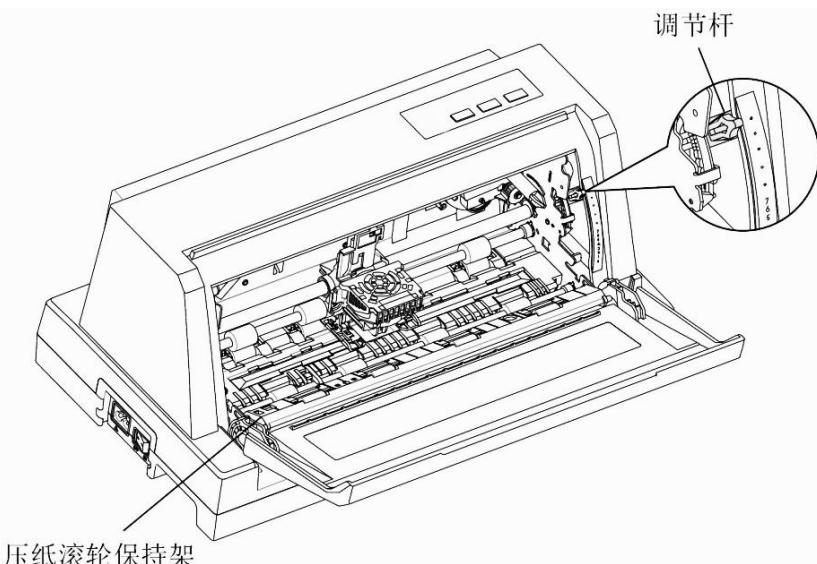

图 1
- 1) 确保打印机电源关闭。拉开前盖，将调节杆调到最高档位，并将压纸滚轮保持架翻转至图 1 位置。